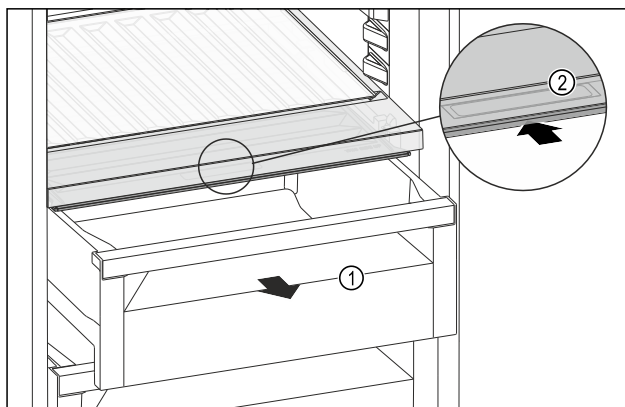

Fig. 159
- Vytiahnite zásuvku Fig. 159 (1).
- Uchopte priehlbinu na rukoväť Fig. 159 (2) na veko